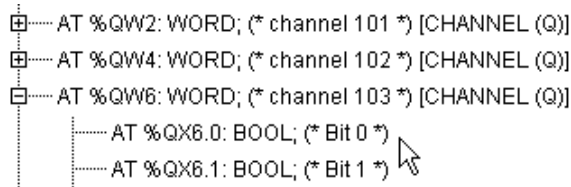

图 B-3-3
- PLC 向 PC 机发送的数据 A、B 分别存放在图 B-3-3 所示的%QW2、%QW4 之中，位 C 存放在%QX6.0。